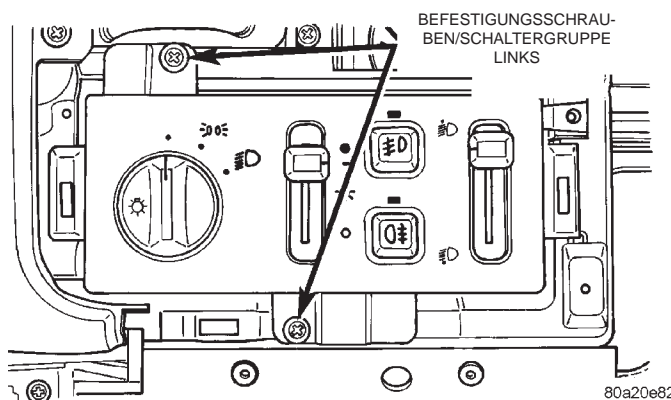

Abb. 9 Schaltergruppe links aus- und einbauen
(1) Abdeckung des Kombiinstrumentes wie in diesem Kapitel beschrieben von der Instrumententafel ausbauen.
(2) Die beiden Schrauben lösen, mit denen die linke Schaltergruppe an der Instrumententafel befestigt ist (Abb. 9).
(3) Die linke Schaltergruppe so weit aus der Instrumententafel ziehen, daß die Kabelbaum-Steckverbinder abgezogen werden können.
(4) Die linke Schaltergruppe von der Instrumententafel abnehmen.